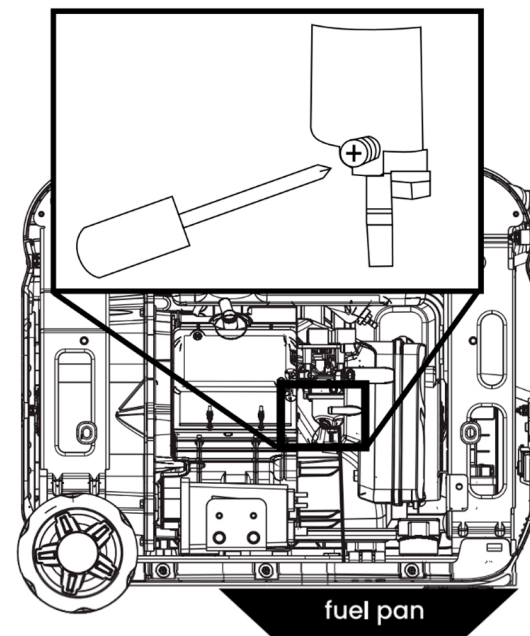

Рисунок 14: Розслабте гвинт ПОПЛАВКОВОЇ чаші
3.Розслабте гвинт відливу ПОПЛАВКОВОЇ чаші (див. Рисунок 14), доки не побачите виливання палива з ПОПЛАВКОВОЇ чаші.